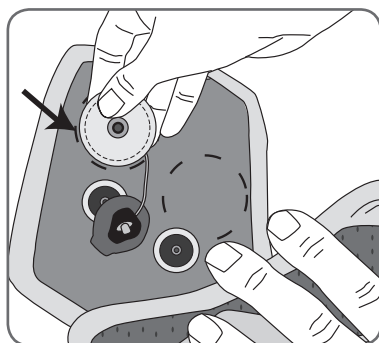

Figura 31: Cómo colocar las nuevas bases de electrodos.
5. Coloque las bases de los electrodos nuevos donde estaban ubicadas las bases anteriores. Vea la Figura 31.